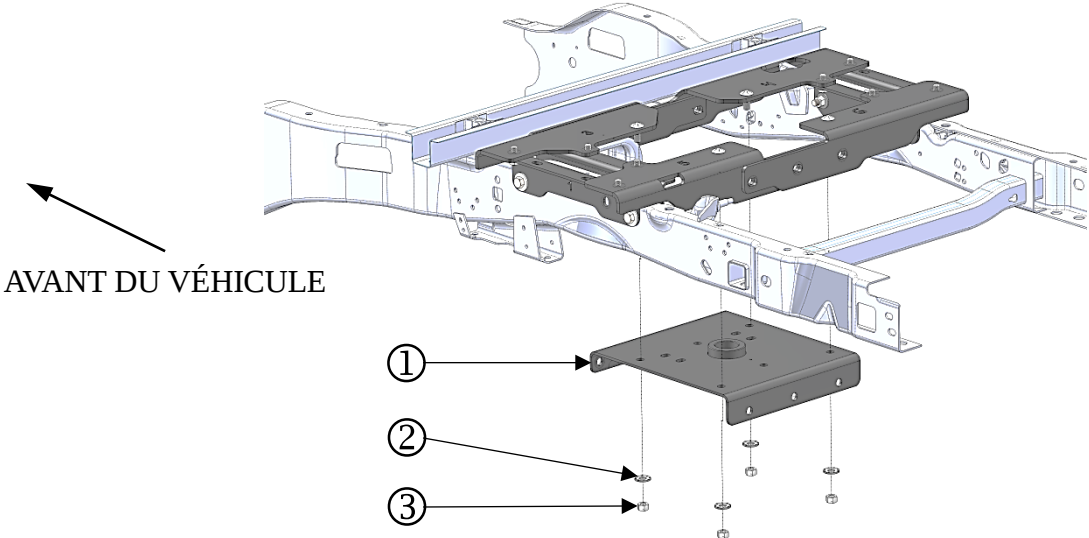

FIGURE 3
INSTALLATION DE LA SECTION CENTRALE DU COL-DE-CYGNE - Figures 3 et 4.
- 2. **Étape 1, Figure 3.** Depuis le dessous du véhicule, soulever la section centrale du col-de-cygne (#1) jusqu'à la partie inférieure des traverses de montage comme illustré, et insérer les boulons de carrosserie précédemment installés dans les traverses à travers les 4 trous extérieurs de la section centrale, puis fixer à l'aide de rondelle conique (4) 5/8" dia. (#2) et d'écrou hexagonal (4) 5/8-11 Gr. 8 (#3).